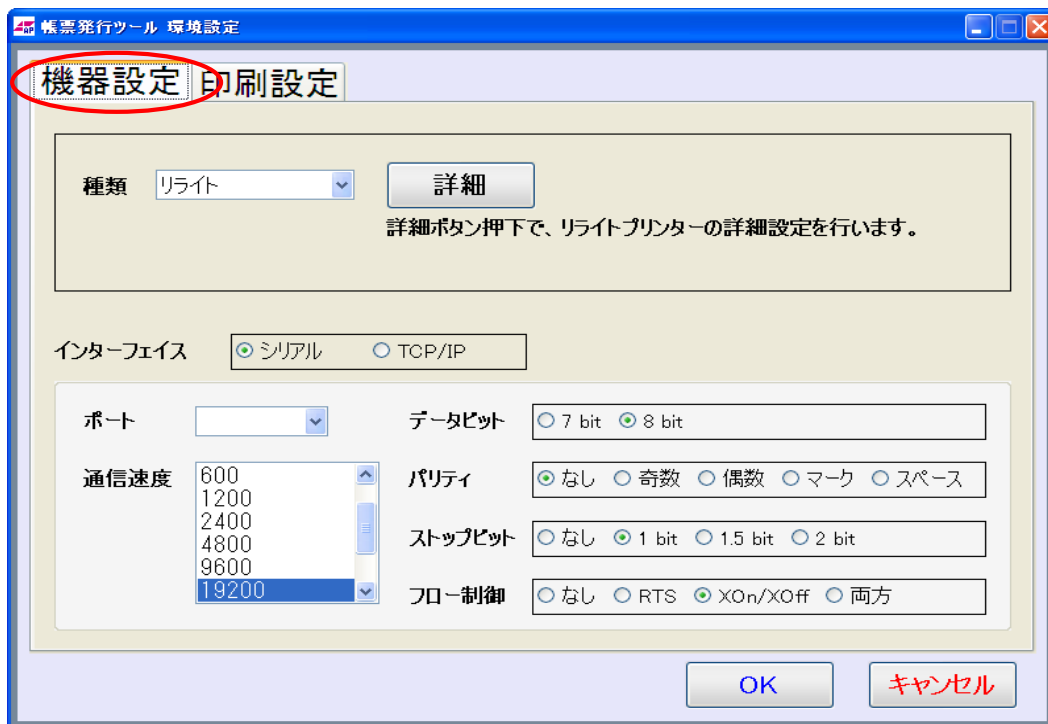

図3-1. 帳票発行ツール 環境設定画面 (機器設定ページ)
1. スタートメニューのすべてのプログラムから「TOTAL」→「帳票発行ツール Ver. 1.1」→「環境設定」を選択して下さい。設定画面が表示されます。(図3-1.)参照。